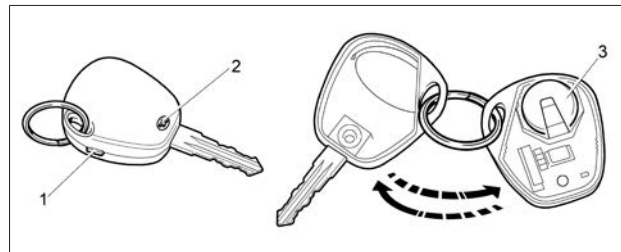

Рис. 54. Замена элемента питания пульта дистанционного управления
- выкрутите винт **2** (рис. 54) со стороны корпуса, противоположной кнопкам управления;